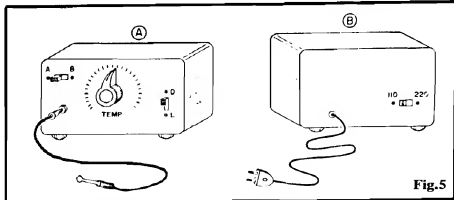

Fig. 5
- FIG. 5 - A CAIXA - Conforme já dissemos, são muitas as possibilidades ou variantes de "encaixamento" do módulo (o uso, o ambiente e outras circunstâncias, poderão ser determinantes nessa decisão...). Entretanto, a nível geral, a sugestão mostrada na figura nos parece a mais adequada e simples: no painel frontal do container podem ficar o potenciômetro (com respectivo knob e escala graduada...), a chave "liga-desliga" e o "chaveamento de função" (alarme "baixo" ou "alto"), além do eventual jaque para inserção do plugue extremo do cabo que vem do NTC... Na parte traseira da caixa podem ficar a passagem (com ilhós de borracha próprio...) do cabo de força e a chave de escolha da Tensão da rede local ("110-220"). Numa das laterais (ou mesmo no topo...) da caixa, o alto-falante pode ser internamente instalado, confrontando com um conjunto de furos e frestas destinadas à passagem do som para o exterior...